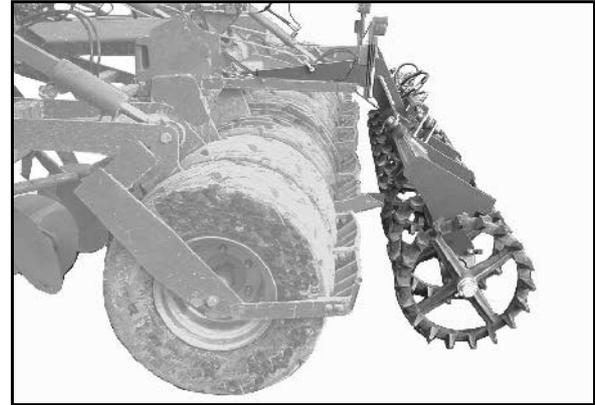

Рис. 41
- катками с чугунными кольцами (Рис. 41) или